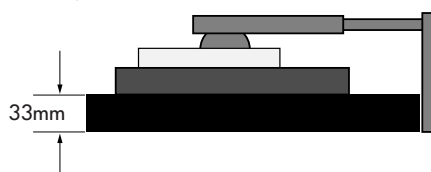

Figure S.1
3. Placez le moniteur la face vers le bas sur une surface non abrasive (placez l'écran sur une plate-forme de 33 mm de manière à ce que le support soit parallèle à la surface) (**Figure S.1**).